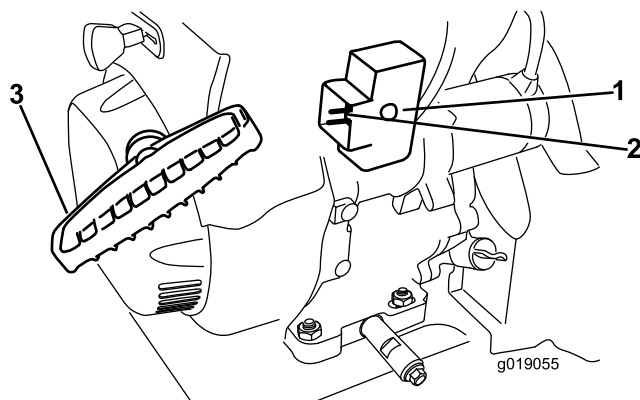

Рисунок 25
7. Запустите машину, потянув за шнур стартера или нажав на кнопку электрического стартера (Рисунок 25).